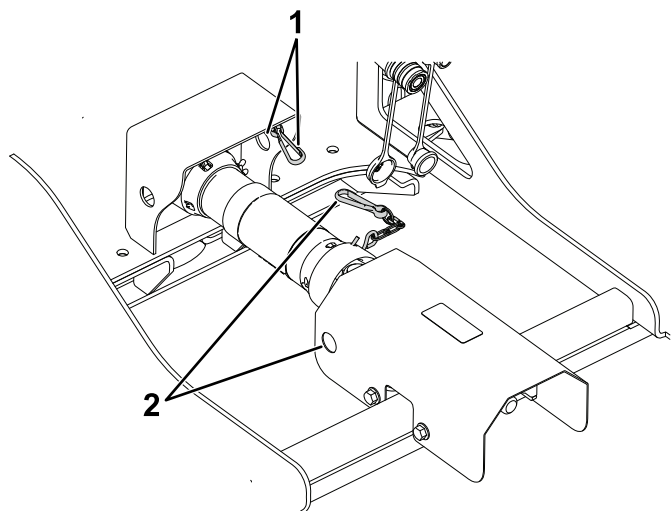

図 15
8. 図 15 に示す部分に駆動シャフトカバーチェーンを取り付ける。